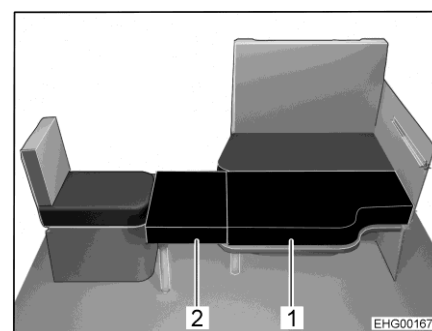

Fig. 113 Dopo la trasformazione
Il divano può essere trasformato insieme al sedile singolo laterale e il piano del tavolo ribassato del tavolo sospeso in un letto aggiuntivo. Al fine di creare la superficie utile, servono inoltre due cuscini aggiuntivi. Uno dei cuscini aggiuntivi (Fig. 113,2) è dotato di un supporto per i piedi ribaltabile e un angolo di supporto. L'altro cuscino aggiuntivo (Fig. 113,1) viene posato sul piano del tavolo.
- Aprire i supporti per i piedi del cuscino aggiuntivo piccolo (Fig. 113,2).
- Agganciare gli angoli di supporto del cuscino aggiuntivo (Fig. 113,2) al sedile singolo e appoggiare il cuscino aggiuntivo sul piano del tavolo.
- Posare il secondo cuscino aggiuntivo (Fig. 113,1) sul piano del tavolo.